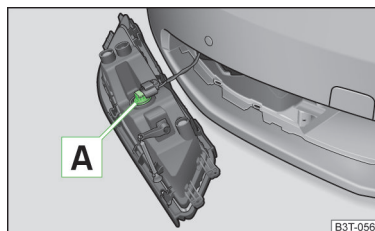

Fig. 209
- Faites tourner la douille de l'ampoule **A** » fig. 209 **en sens antihoraire** et la faire sortir.